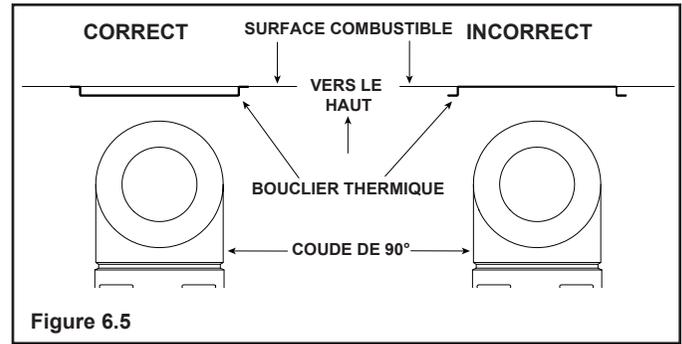

Figure 6.5
2. Fixez le bouclier en place en utilisant les quatre trous guides prévus à cet effet dans la pièce. Le bouclier doit être orienté de manière à être orienté avec la dimension de 13-1/8 po (333 mm) (la dimension longue) dans le même sens que le coude. Le bouclier doit être centré directement au-dessus du coude et placé de manière à produire un espace d'air de 1/2 po (13 mm) entre le bouclier et la surface combustible. Voir la Figure 6.5.